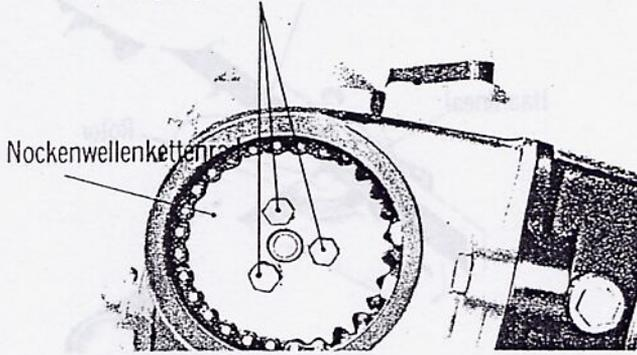

Abbildung 14
5. Die drei Befestigungsschrauben des Nockenwellenkettenrades lösen und das Nockenwellenkettenrad von der Nockenwelle abziehen. (Abbildung 14)